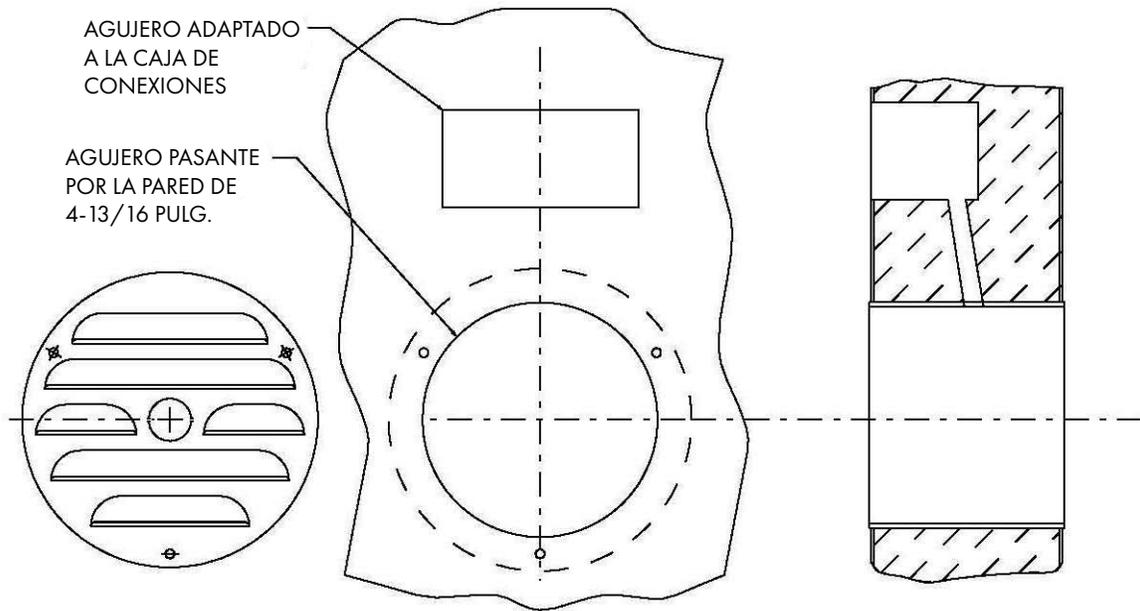

FIGURA 1
2. Trace un círculo de 6-1/16 pulgadas de diámetro en el lugar seleccionado y marque el centro. Esto es para asegurarse de que las cubiertas con rejilla encajen en el lugar seleccionado. Use el mismo centro para cortar un agujero de 4-13/16 pulg. de diámetro a través del panel (Figura 1).
6. Con el tornillo de puesta a tierra del conjunto de la válvula en la posición inferior, coloque la rejilla sobre el conjunto de la válvula con las aberturas mirando hacia abajo y alinee los orificios de los tornillos de la rejilla, el conjunto de la válvula y la junta. Mientras sostiene las partes alineadas, coloque el conjunto de la válvula en la manga (Figura 1).
7. Mire a través de los tres (3) orificios de la rejilla y perforo agujeros de 1/8 pulg. para tornillos autorroscantes N.º 8. Atornille los tres (3) tornillos y habrá terminado el trabajo en el conjunto interior del OAP.
8. Del lado exterior (lado caliente) del congelador, monte la rejilla, malla, brida y junta de la misma manera en que montó las piezas interiores y sujételas con tres (3) tornillos.